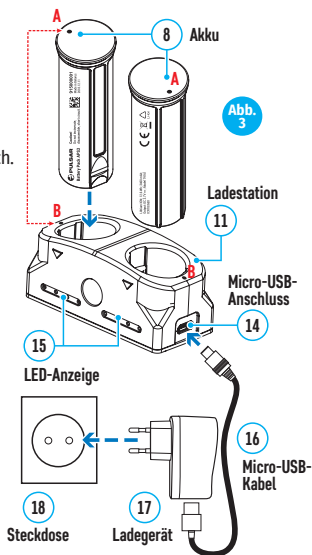

Abb. 3
- Schieben Sie den mit dem Gerät gelieferten oder separat erworbenen wiederaufladbaren APS2*-Akku (8) entlang der Führungsschiene vollständig in den APS-Ladeschacht (13) (siehe Abb. 3).
- Verbinden Sie den microUSB-Stecker des USB-Kabels (16) mit dem microUSB-Anschluss des Netzsteckers (17). Stecken Sie das Gerät in eine Steckdose mit 100 – 240 V (18).
- Verbinden Sie den zweiten Stecker des microUSB-Kabels mit der Buchse (14) des Netzladeadapters (13).
- Die LED-Anzeige (15) zeigt den Akkuladestatus an (siehe Tabelle).